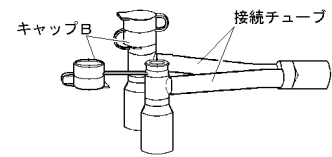

図. 2
- 9) 片肺を収縮させる際は、収縮側の肺に通じるシーベルコネクタのキャップB（3.使用方法等に関連する使用上の注意の4）コネクタに関する事項の図.2参照）を開け、大気開放状態とし、さらに収縮側の接続チューブをクランプする。
- ・肺を収縮させる際に、何れかのキャップBを開け、大気開放状態にする。（図.2）
- ④片肺を収縮させる際は、収縮側の肺に通じる接続チューブをクランプする。[接続チューブ以外はクランプしないこと]
- ①サクシオンチューブには、挿入時の目安となる目盛りマーキングが施されているので参考とすること。
- ②分泌物等の吸引は、臨床上的判断に基づき適正な吸引圧で行うこと。
- ③脂溶性の医薬品又は薬液等により、サクシオンチューブに使用されているポリ塩化ビニルの可塑剤（7-フルオロ-2-エチルシ）が溶出する可能性があるので注意すること。